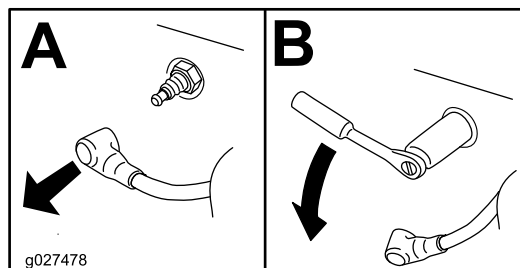

Рисунок 44
- Снимите свечу зажигания (Рисунок 44).